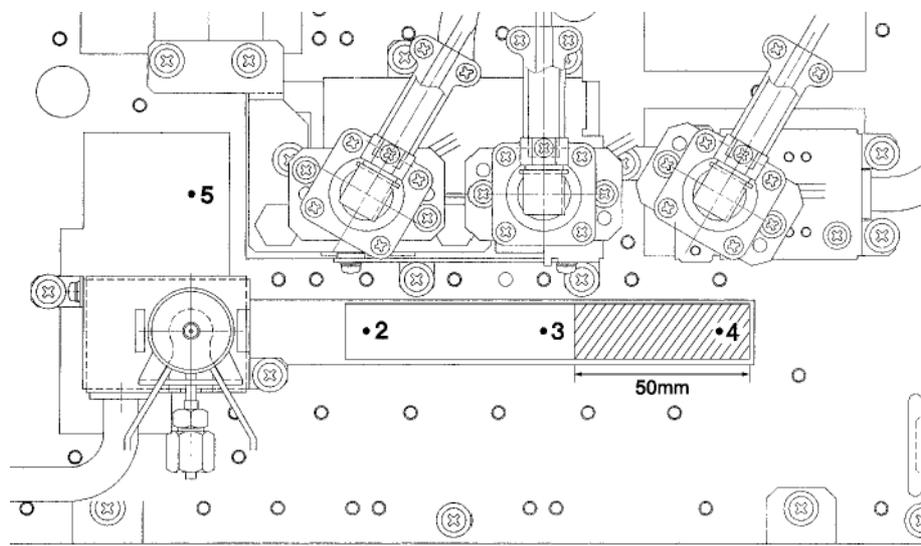

图.3.5.2 (b)
- (9) 在第六步中取出的热绝缘体顶部插入双流路进样口, 用三个螺丝拧紧. (参看图. 3.5.2 (c)).
- (10) 将第四步中取下的导线连接至双流进样器中最初的位置.